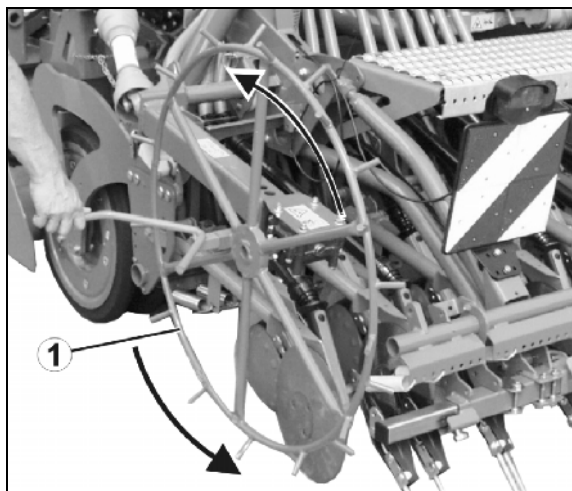

Fig. 154
7. Sett sporhjulet (Fig. 154/1) i dreiestilling (se kap. "Dreiestilling for sporhjul", på side 105).